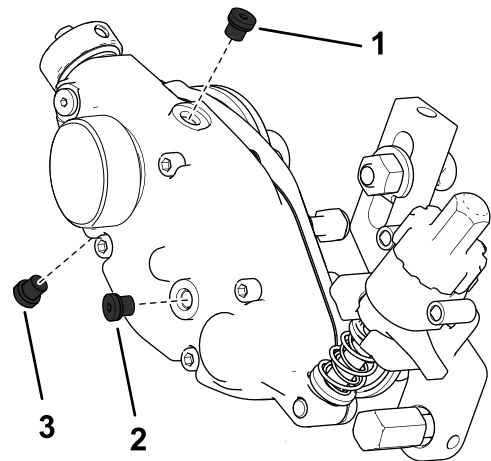

Figura 33
2. Retire el tapón de vaciado en la parte inferior de la carcasa (Figura 33).
3. Retire el tapón de llenado del lado de la carcasa y afloje el tapón de ventilación de aire en la parte superior, de modo que pueda pasar el aire (Figura 33).